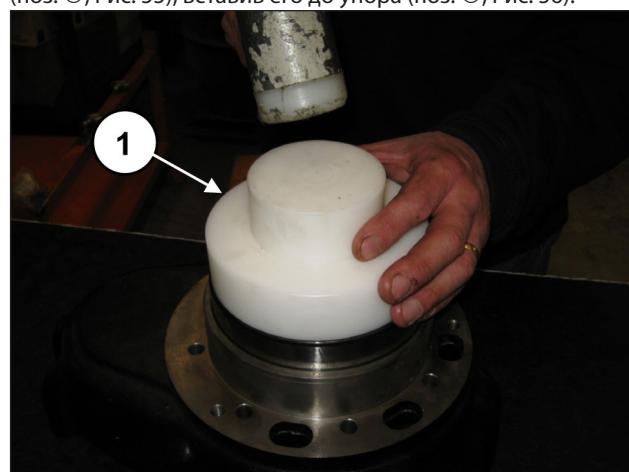
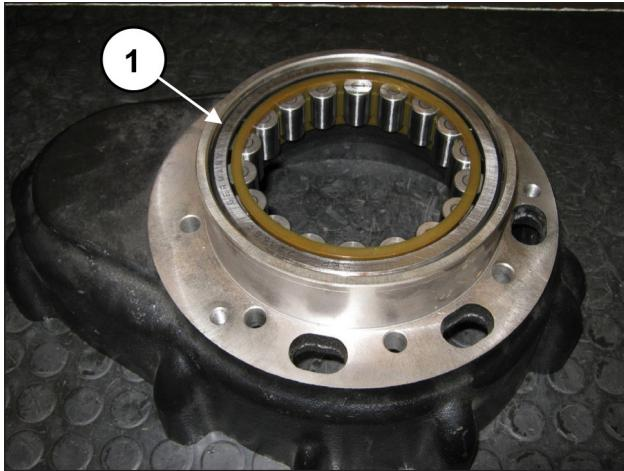

Рис. 55
Рис. 56
С противоположной стороны корпуса редуктора предварительно установите внешнее кольцо подшипника коленчатого вала с помощью инструмента арт. 27605000 (поз. ①, Рис. 55), вставив его до упора (поз. ①, Рис. 56).